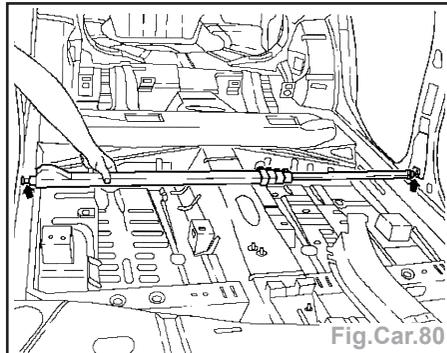

Fig.Car.80
- Mesurer le montant B intérieur (Fig. Car.80) :